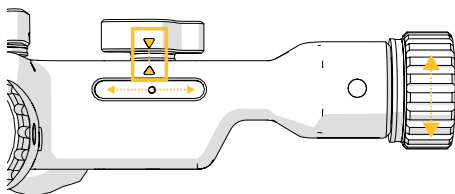
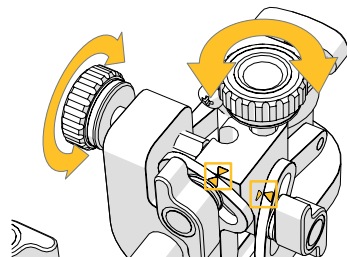

图 2: 调节滚轮以对准箭头。
图 3: 调节滚轮以对准箭头。
✓ 在设置精确瞄准系统之前，调节旋钮，使图 2 与图 3 中的标记箭头相匹配。
3. 调整线性调节旋钮，使图 2 中的标记箭头匹配。臂的标称位置通过对准箭头来实现。
4. 调节旋转调节旋钮，使图 3 中的标记箭头匹配。臂的标称位置通过对准箭头来实现。